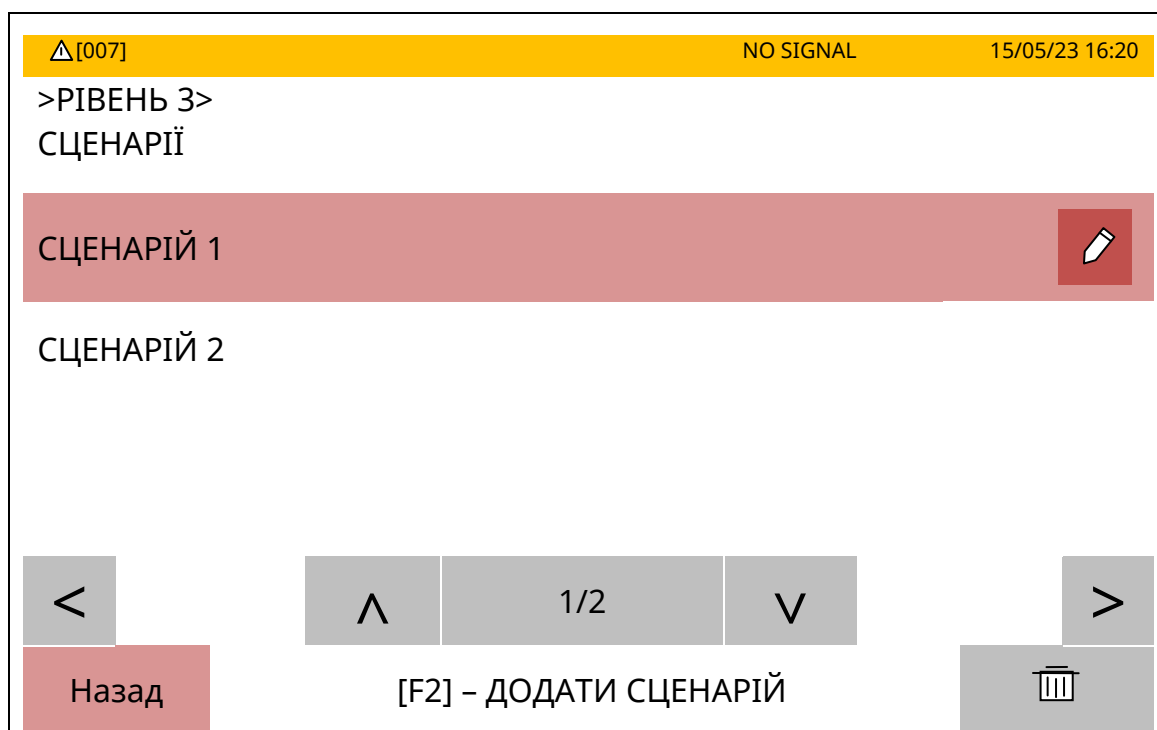

Рисунок 10.19.1 - Список сценаріїв
10.19.1.1 Якщо доторкнутися до кнопки [СЦЕНАРІЙ], відкривається вікно (рис. 10.19.1) в якому знаходиться перелік запрограмованих сценаріїв. На початковому етапі (наприклад, після скидання ППКП в заводські налаштування) у вікні немає жодного сценарію. Створення будь-якого сценарію починається з виконання команди [F2 – ДОДАТИ СЦЕНАРІЙ]. Для редагування назви сценарію необхідно доторкнутися до кнопки [✎] і за допомогою клавіатури на дисплеї ППКП внести потрібні зміни в полі «Назва».
Для формування алгоритму дій окремого сценарію необхідно виконати наступну послідовність операцій у вікні списку сценаріїв на дисплеї ППКП (рис. 10.19.1):